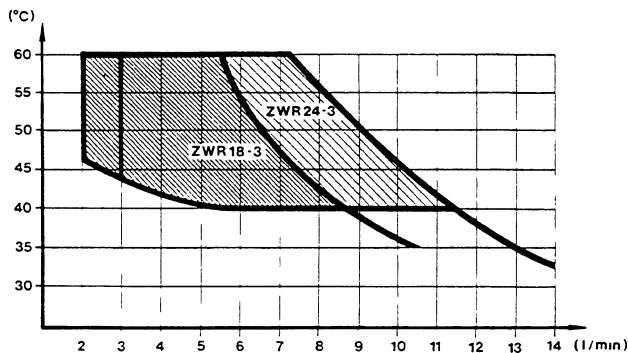

Figura 6
La portata di acqua sanitaria è regolata in fabbrica a 5,5 l/min per il modello ZWR 18 e a 8 l/min per il modello ZWR 24. È possibile aumentarla tramite il selettore portata acqua sanitaria (97) fino a un massimo di 10,5 l/min per il modello ZWR 18 e fino ad un massimo di 14 l/min per il modello ZWR 24. In questo caso la temperatura di uscita diminuisce secondo la figura 6.